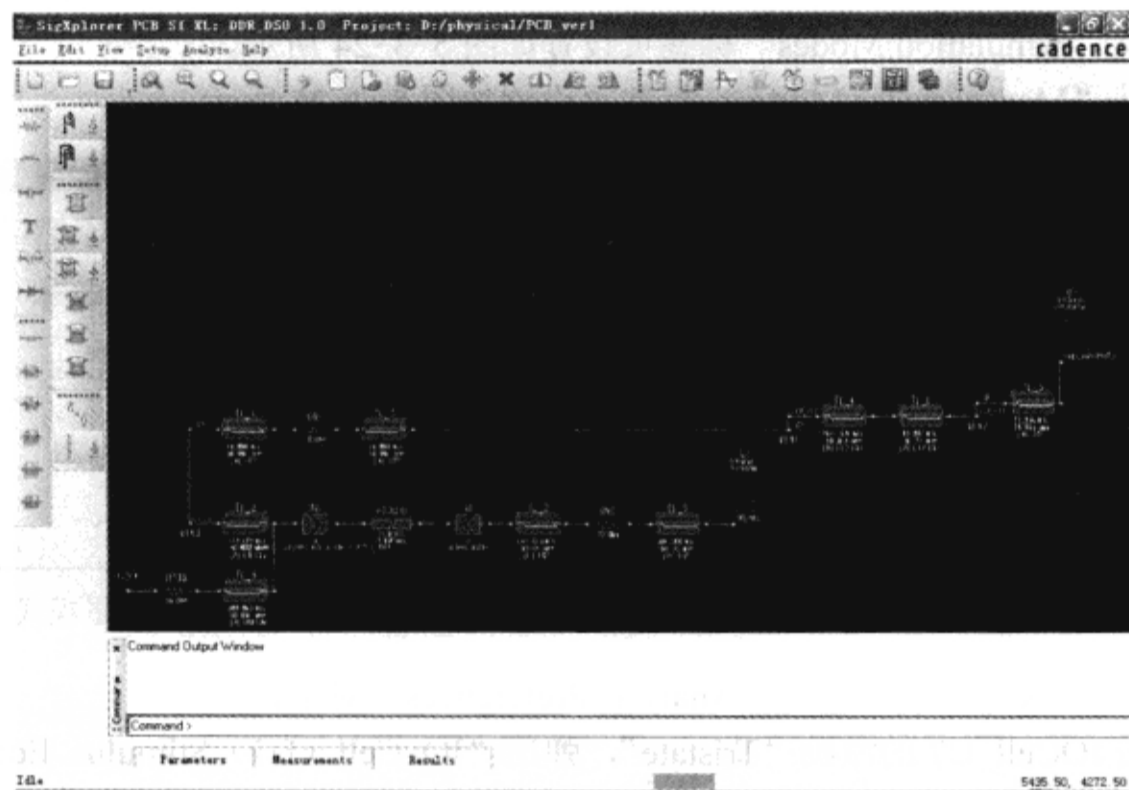

图 5-3-20 提取拓扑
(11) 查看“Standard Reflection Summary”报告，检查违背拓扑模板应用的约束的仿真数据。仿真失败的参数值旁边有“\*”号表示，仿真的 Switch 值（SwitchRise 和 SwitchFall）、Settle 值（SettleRise 和 SettleFall）和 Overshoot 值（OShootHigh 和 OShootLow）在上升沿和下降沿的约束限制内。
(12) 在报告窗口中执行菜单命令“File”→“Save as”，保存报告于 D:\physical\PCB\_ver1 目录，文件名为“reflecsummary”。
(13) 单击“OK”按钮，关闭“Analysis Report Generator”对话框。
(14) 在“Signal Analysis”对话框的“Nets”列表框选择 DDR\_DS0 网络，“Drivers”列表框选择“A U7 AM28”→单击“View Topology”按钮，弹出“SigXplorer”窗口，显示 DDR\_DS0 拓扑，如图 5-3-20 所示，提取的拓扑包括 Trace 和 Via 模型，这两个模型存放于 interconn.iml 库中。